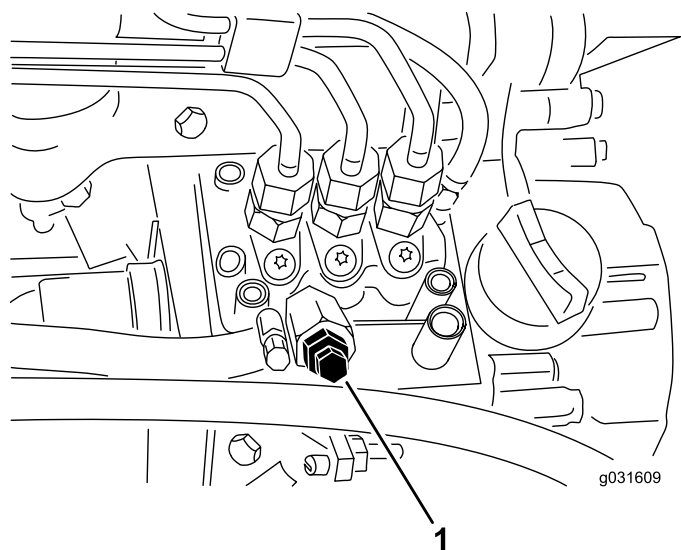

Figura 50
4. Desaperte o parafuso de purga que se encontra na bomba de injeção de combustível (Figura 50).